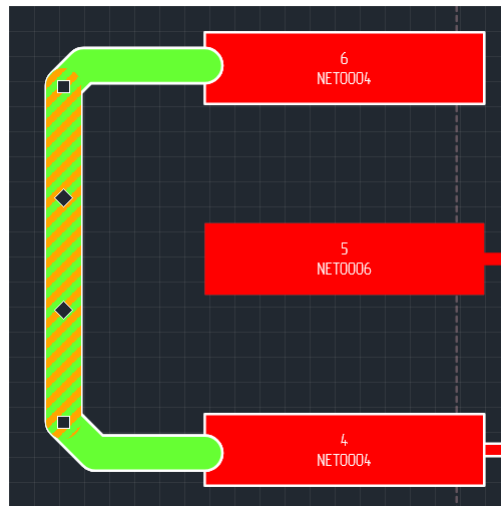

Рис. 249 Выбор сегмента трека
- Нажмите левую кнопку мыши, при этом будет выбран тот сегмент трека, на который наведен курсор, см. Рис. 249.